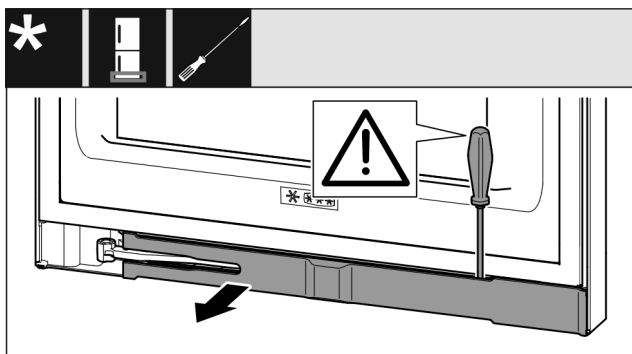

Fig. 15
- Plochým šroubovákem vyjměte záslepku a otočte ji ke straně. (viz Fig. 15)